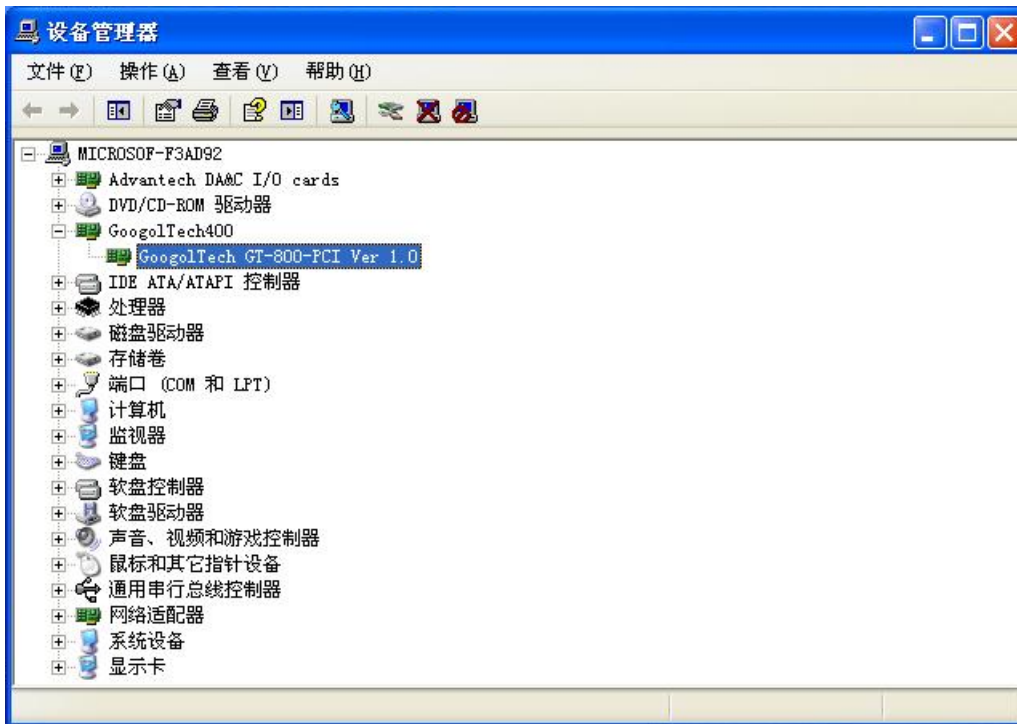

图 2-10 运动控制器驱动程序安装界面 10
(10)安装成功后，打开设备管理器，可以看到驱动已经安装成功，如图2-10所示。